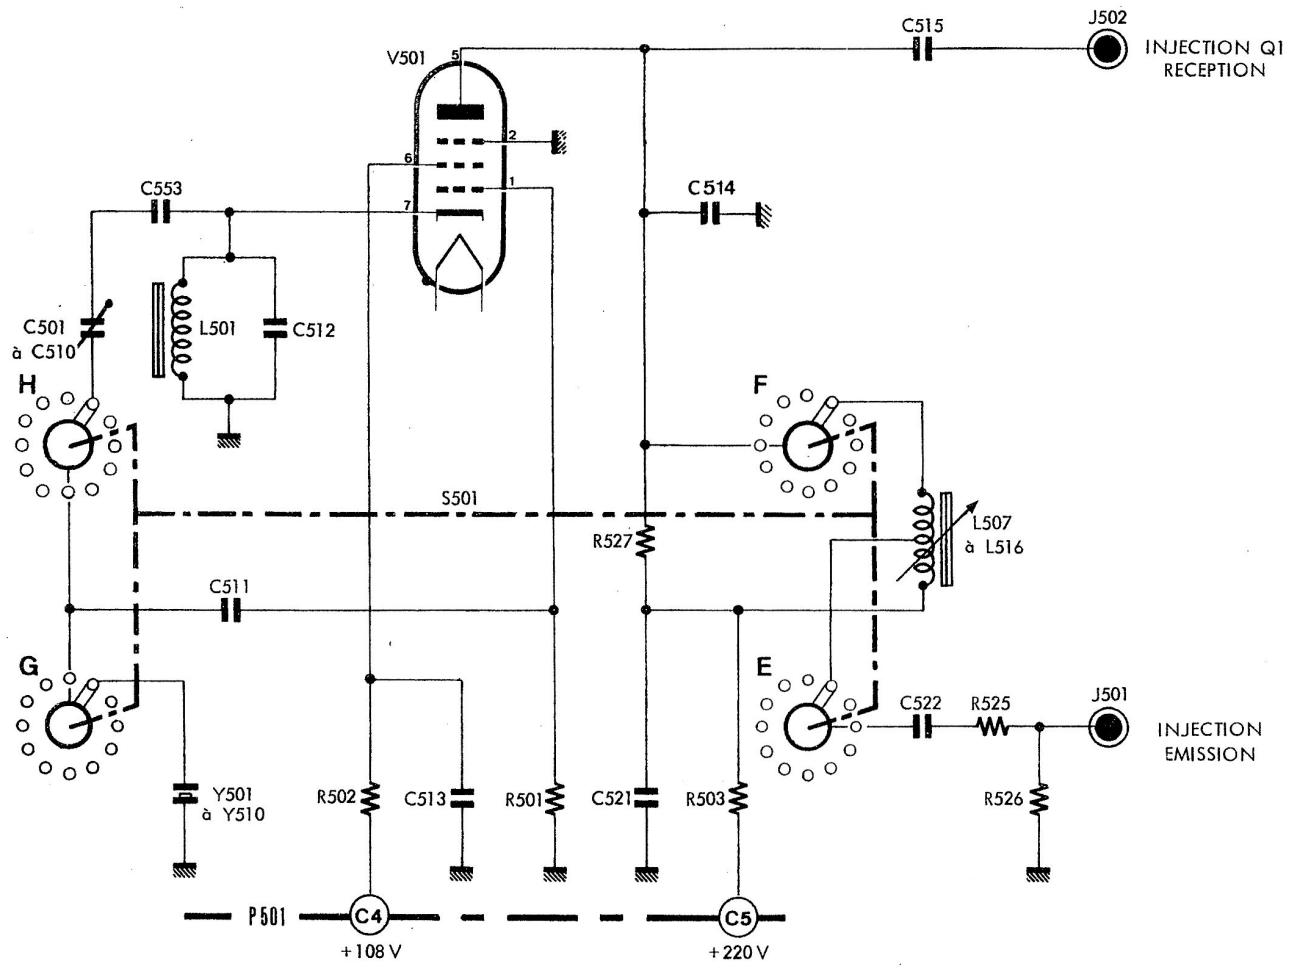

Fig. 6 OSCILLATEUR Q1
2.1.4. OSCILLATEUR Q1 (fig. 6 et groupe O2 - planche 16)